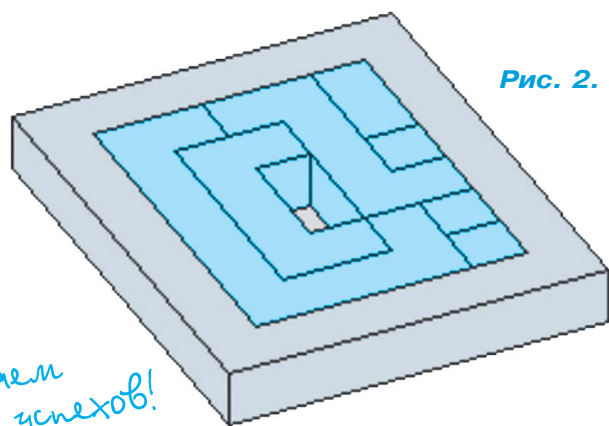

Рис. 2.
**В**ырежьте из фанеры или дощечки 7 штук элементов по эскизу, приведенному на рисунке 1. Рекомендуемый размер единичной клеточки 10 мм для головоломки, предназначенной для домашней игротеки, и 20 мм для игротеки школьной. Толщина дощечки не имеет значения. Для удобства хранения игровых элементов хорошо бы сделать коробочку соответствующих размеров (см. рис. 2).